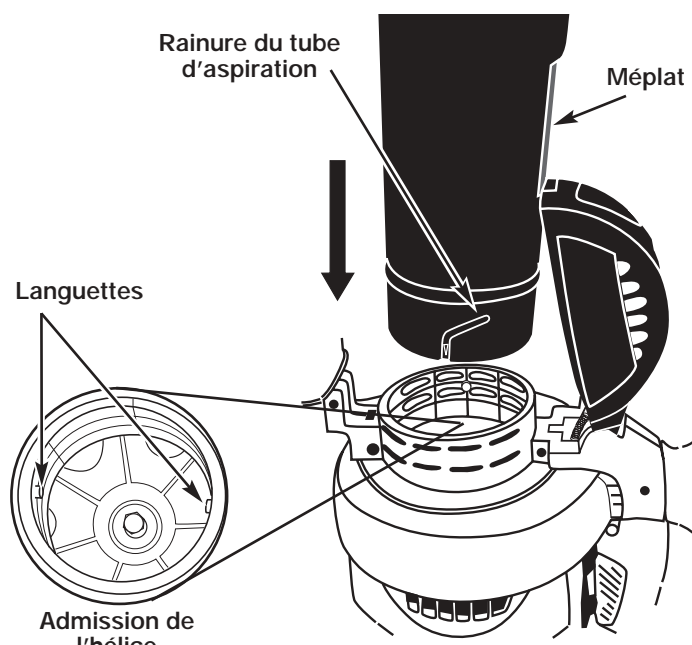

Fig. 5
- Tandis que vous gardez la porte d'aspiration ouverte, trouvez le tube d'aspiration assemblé (assemblé dans l'étape 2). Positionnez le tube pour que la surface soit en face de la porte d'aspiration. Les rainures sur le côté du tube s'aligneront avec les petites pattes dans l'admission de l'hélice (Fig.5). De l'extérieur, alignez la petite flèche sur le tube d'aspiration avec le point sur l'admission de l'hélice.